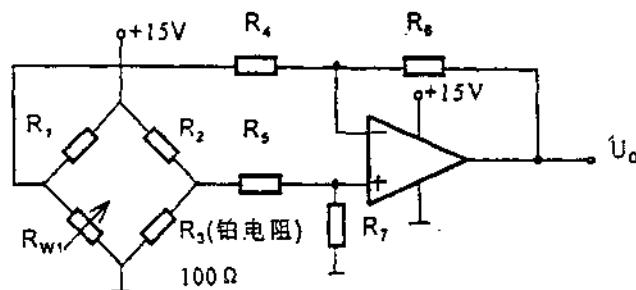

图2.1.7 测量电桥与差动放大电路
(1) 要求
- 可采用铂电阻($R=100\Omega$, $I \leq 35\text{mA}$)、精密电阻及电位器组成的测量电桥作为温度传感器, 如图2.1.7所示;
(2) 原理框图